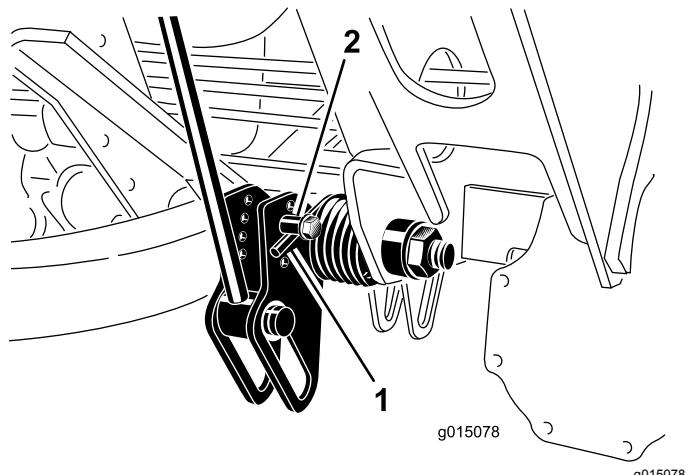

図 58
- 調整作業の最中に、スプリングのテンションが掛からないようにするために、スプリングの長い方の端にパイプなどを通してスプリングの力を殺しておく図 58。
- スプリングのテンションをなくしたら、スプリングアクチュエータを固定しているボルトとロックナットを外す図 58。